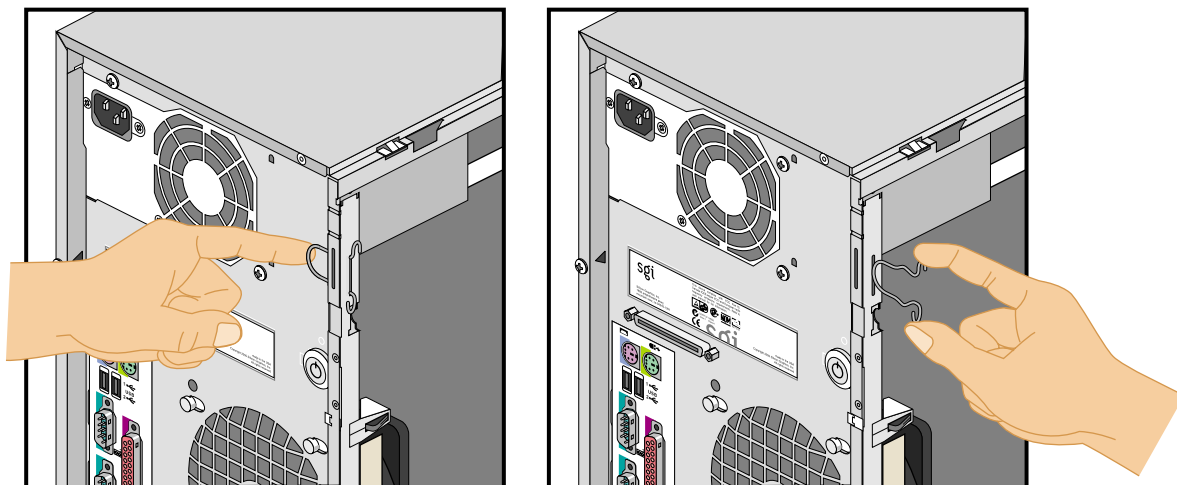

図2-35 収納スロットからロックフックを取り外す
3. 2 個のフックをお互いの方向に押し、本体からループを押し出して、収納スロットからロッキングループを取り外します。図 2-35 にその手順を図示します。